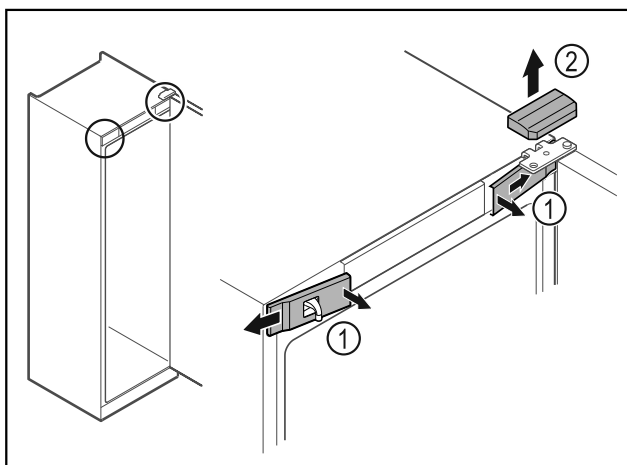

Fig. 11
- Odstíťte zvnútra predné kryty Fig. 11 (1) a odoberte ich do strany.
- Odoberte horný kryt Fig. 11 (2) nahor.